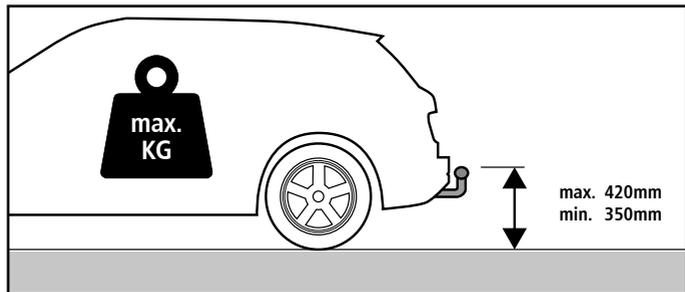

Abbildung 1: Maße für die Oberkante der Anhängerkupplung nach der Höherlegung
- Wenn Ihr Fahrzeug über eine Anhängervorrichtung verfügt, stellen Sie bitte vor dem Einbau sicher, dass die Oberkante der Anhängerkupplung nach der Höherlegung die gesetzlich vorgeschriebene Höhe von 420mm nicht überschreitet (Abbildung 1) und 350mm nicht unterschreitet.
Distanz eingefedert (Abb. 1)	– 39,0 cm